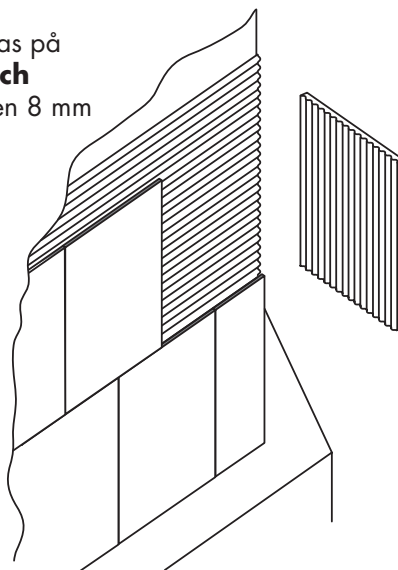

Bild 3
- Se till att få rak kaklad bakkant mot vägg. (**Bild 3** sid 21)
- 9–13 Börja från mitten och gå ut mot sidorna. **Se till att hålla bakanten och de markerade linjerna fortsatt raka hela vägen (Bild 3 och 4 sid 21).**
För in **stålplattan** lodrätt och över kassetten. Vänd den horisontellt och dra tillbaka den så att den ligger an mot "pannbenet" och samtidigt kilas in i mellanrummet mellan kassetten och stommen enligt bild 3 och 4.